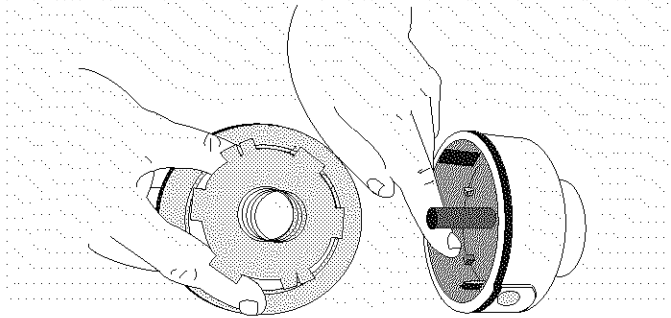

Fig. 22
4. Inspeccione los dientes indicadores del carrete y del bastidor del carrete por si están desgastados. Si es necesario, retire las rebabas o cambie el carrete o el bastidor del carrete (Fig. 22).